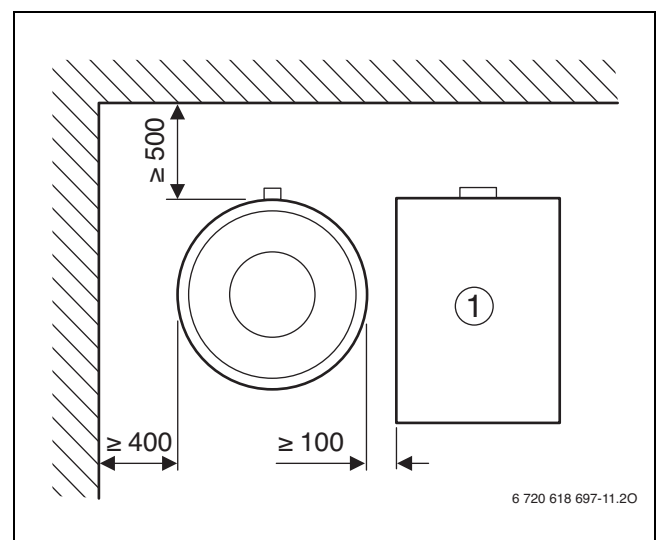

Рис. 4 Минимальные расстояния от стен (в мм)
- ▶ Учитывайте минимальную высоту помещения и минимальные расстояния от стен (→ таб. 2, стр. 7 и рис. 4).